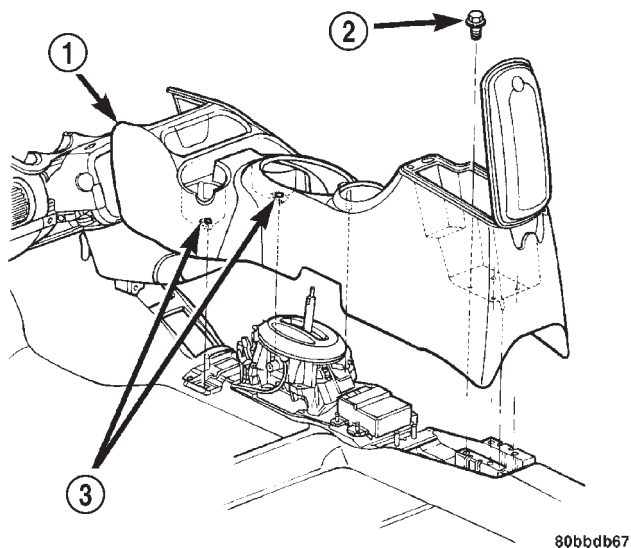

Fig. 40 Consola central
(4) Retire el conjunto de la consola central tal como se indica en la (Fig. 40).
(12) Instale el conjunto de la consola central (Fig. 40). Antes de apretar asegúrese de que la funda no esté pinzada en la abertura de la consola.